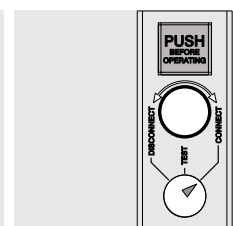

Abbildung 66
- Leistungsschalter in Betriebsstellung (siehe Abbildung 66).